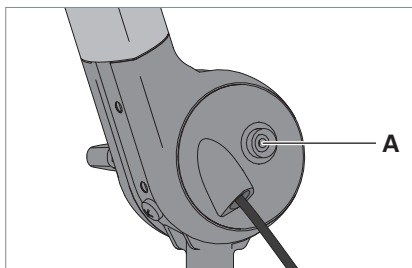

Fig. 5: Pulsante per cavo di messa a terra.
- ▶ Inserire un'estremità del cavo di messa a terra in dotazione sul pulsante **A** dell'apparecchio d'illuminazione, vedi Fig. 5.